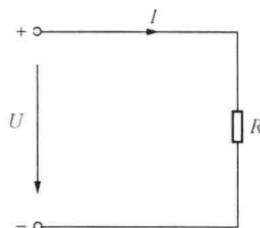

图 1-6 部分电路
(1) 部分电路欧姆定律。如图 1-6 所示，电阻  $R$  连接到电路中，电压  $U$  作用在电阻两端，就有电流  $I$  流过电阻。这时电路中电压、电流、电阻的数值存在确定的相互关系。德国科学家欧姆首先发现了这一规律，因而称其为欧姆定律。欧姆定律表达为电流与电压成正比，与电阻成反比，其数学表达式为